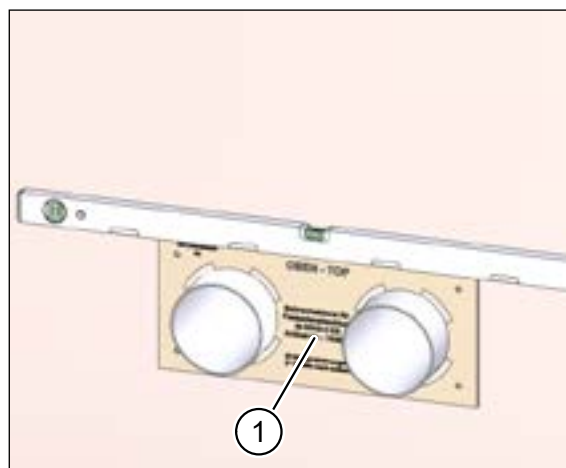

Рис. 23: герметизировать вентиляционные трубы на наружной стене
- ▶ Насадите шаблон крышки воздухозаборника (поз. 1 на рис. 23) на трубы.